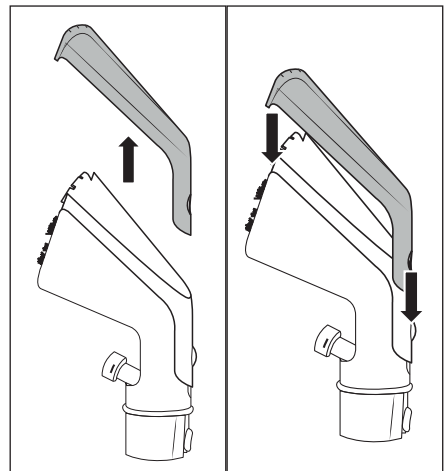

Fig. 9
- ◆ Tryk på låseknappen **24** til afdækningen til rengøringsstilbehøret **23** til polstermundstykket **22**, og tag afdækningen til rengøringsstilbehøret **23** af (se fig. 9).
- ◆ Sæt afdækningen til rengøringstilbehøret 23 på polstermundstykket 22, og skub den ned, indtil låseknappen 24 går helt i indgreb i polstermundstykket 22 (se fig. 9).